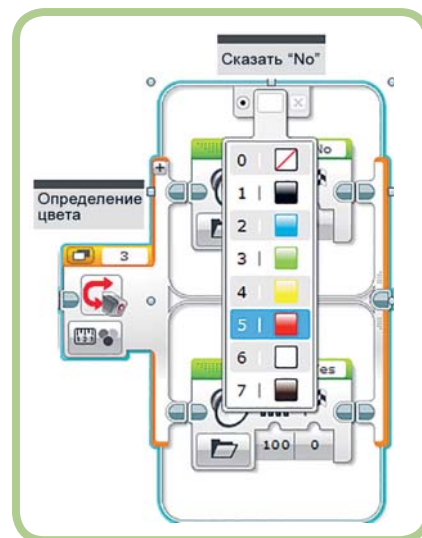

Рис. 6.12. Выбор варианта Красный (Red) для верхнего случая
1. Щелкни по черному квадрату в верхней части блока **Переключатель** (Switch) и выбери вариант **Красный** (Red), как показано на рис. 6.12.